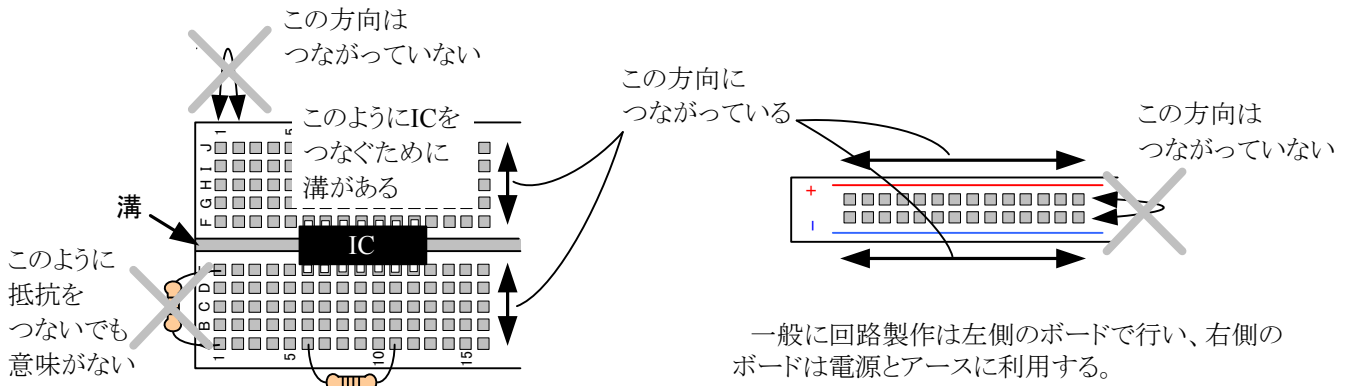

図4-2 ブレッドボードの使い方
(1) 図4-2の左側のボード
(2) 図4-2の右側のボード